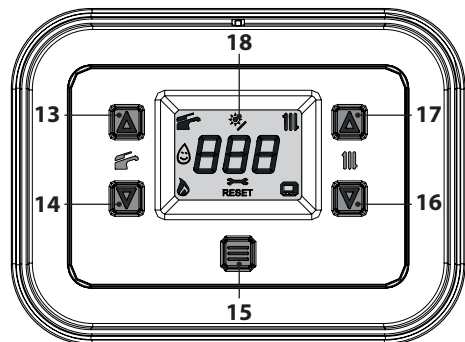

Figura 6.6
- Tenere premuto per 5 secondi il tasto 15 fino a far apparire sul display entrambe i simboli  e  (Figura 6.6).
- Entrare in "modalità programmazione" premendo contemporaneamente per 5 secondi i tasti 14 e 16 (Figura 6.6) fino a far apparire sul display LCD le lettere **HIS** che indicano il menu "Storico delle caldaie" (Figura 6.8).
- Premere il tasto 15 (Figura 6.6) per attivare la funzione. Il display visualizzerà quanto segue (Figura 6.10 e Figura 6.11).
- tenere premuti contemporaneamente i tasti 14 e 16 per 5 sec. (Figura 6.6) (ritorno al livello precedente).
- Spegnere la caldaia tenendo premuto per 5 secondi il tasto 15 (Figura 6.6) fino a far apparire sul display LCD il simbolo — — — (i trattini vengono accesi in sequenza per simulare uno scorrimento) (Figura 6.5).